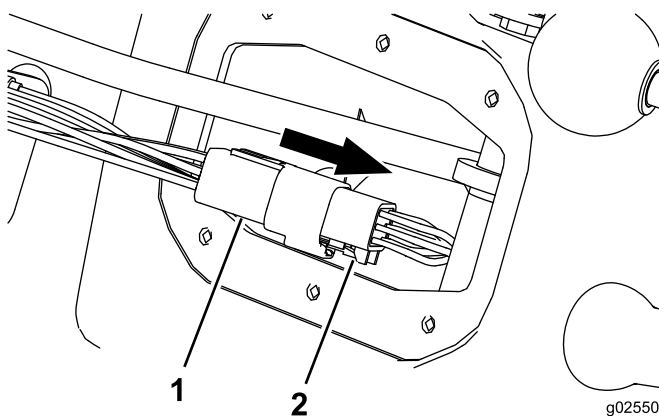

Figura 6
10. Estraete il connettore dell'indicatore delle marce dal cablaggio della macchina (Figura 6).